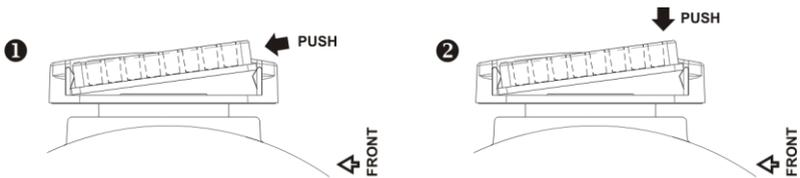

Fig. 1. Instalação de plataforma ou placa
Instale a plataforma ou placa inserindo-a na plataforma universal/suporte da placa. Empurre a extremidade traseira da plataforma/placa para dentro das abraçadeiras da mola (fig. 1/❶) e conclua a instalação empurrando de cima (fig. 1/❷).